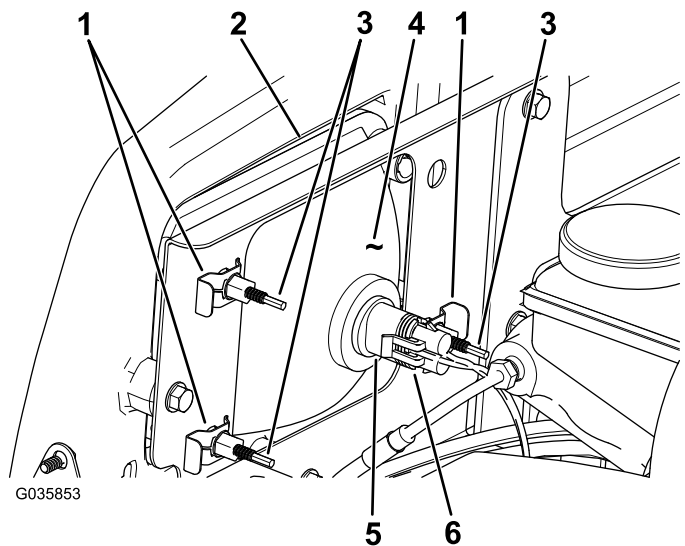

Figura 45
3. Scollegate il connettore elettrico del cablaggio dal connettore del gruppo luci (Figura 45).
4. Togliete i fermagli che tengono bloccato il faro anteriore sulla relativa staffa (Figura 45).
5. Rimuovete il gruppo faro anteriore spostandolo in avanti attraverso l'apertura nel paraurti anteriore (Figura 45).
6. Montate il nuovo faro anteriore attraverso l'apertura nel paraurti (Figura 45).
8. Collegate il connettore elettrico del cablaggio al connettore del nuovo gruppo luci (Figura 45).
2. Sul retro del gruppo faro, ruotate le viti di regolazione (Figura 45) per ruotare il gruppo faro e allineare la posizione di getto del fascio.